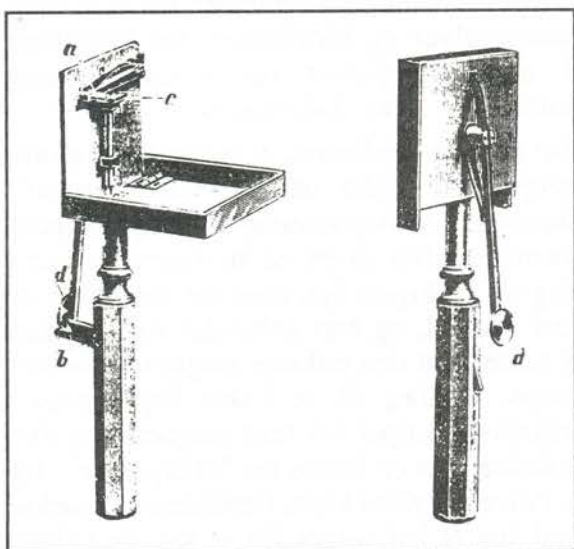

Fig. 6. Electra-rapid-lyslampe fra Emil Wünsche, til blitzpulver. Tændingen sker ved at en fjederbelastet stift slår mod en tændsats.
Han oplyser imidlertid, at begge typer almindeligvis går under navnet "blitzapparater". Blandingen af magnesiumpulver og oxygenafgivende stoffer giver en hurtigere forbrænding og kraftigere lys, men for uøvede er det ikke ufarligt, og han anbefaler nybegyndere at starte med den enklere magnesiumpulverlampe. I tillæg til de i den første udgave beskrevne lamper for rent magnesiumpulver beskriver han en lampe for "blitzpulver", fig. 5. Pulveret fyldes i fem beholdere. Et dæksel med kun ét hul sørger for at kun én ladning tændes ad gangen. En tråd i enden af en svingbar arm bringes til at gløde ved hjælp af en spritlampe. I det øjeblik blitzen skal affyres, svinger armen over, ved at en gummibold trykkes sammen, og den glødende tråd føres ned i blitzpulveret, som øjeblikkelig antændes. Når bolden slippes, går armen tilbage til sin udgangsposition. Også i Norge blev der udgivet bøger om fotografering. Redaktøren af Teknisk Ugeblad, civilingeniør C.W. Tälén, havde i slutningen af 1880'erne en artikelserie i bladet, samlet blev de forbedret i bogen "Amatørfotografen", Kristiania 1891. I denne omtales overhovedet ikke blitzfotografering, men i den næste udgave i 1894 (15), som i øvrigt ikke har meget tilfælles med den første, har han et kapitel om "Øieblikksfotografering ved magnesiumlys". Han bruger også ordet lynlys. Der findes en mængde forskellige konstruktioner af lamper, og han konkluderer med, at det ofte viser sig at de enkleste og billigste giver de bedste resultater. Fig. 6. viser Electra-rapid-lyslampe fra Emil Wünsche i Dresden. Denne er til magnesium-oxygenafgivende stof (blitzpulver) og tændes ved at en fjederbelastet stift rammer en tændsats.